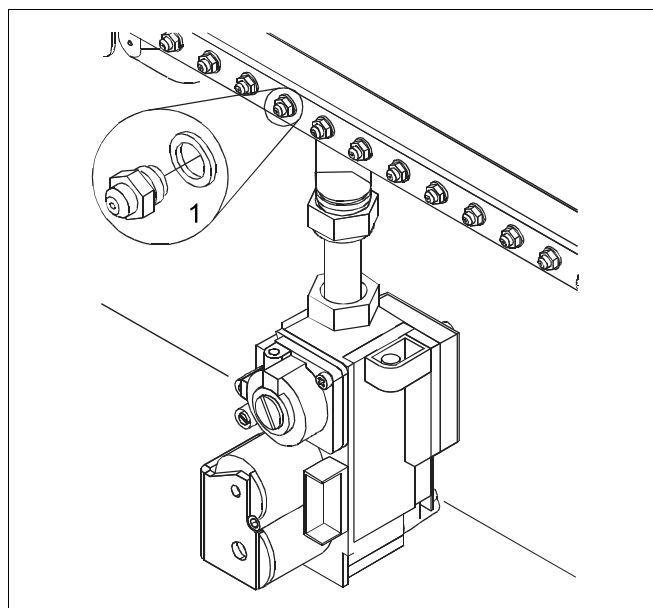

Fig. 40 Schimbați duzele
- Îndepărtați (Fig. 40, **Poz. 1**) duzele arzătorului și înlocuiți-le cu duze a căror dimensiune să corespundă noii categorii de gaz utilizat (Tab. 7, pagina 39).